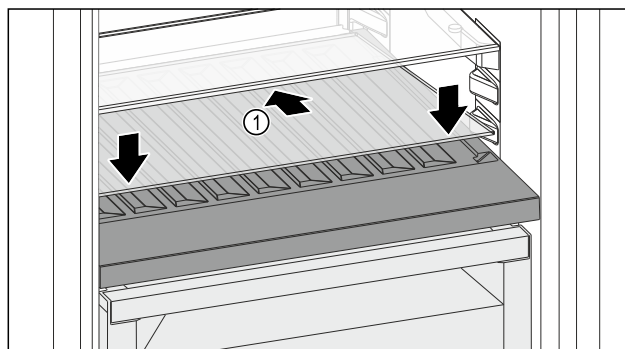

Fig. 151
- ▶ Skleněnou desku Fig. 151 (1) zasuněte šikmo a skloněnou dozadu dolů.
- ▶ Skleněnou desku Fig. 151 (1) vpředu spusťte dolů.